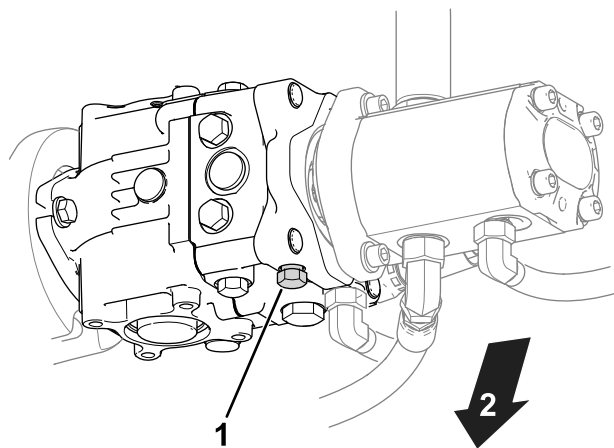

図 34
1. 油圧ポンプについているバイパスバルブを探し出す 図 34。